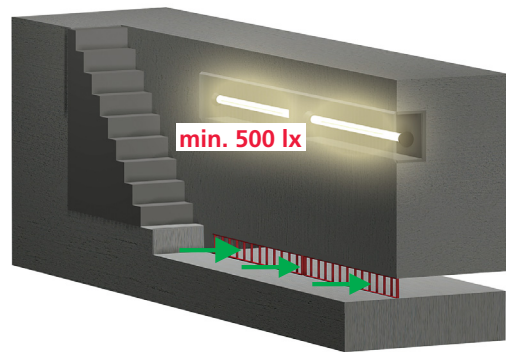

Bild 8
- 19** Wird die Grube von der elektrischen Beleuchtung genügend ausgeleuchtet (500 lx)? (Bild 8)